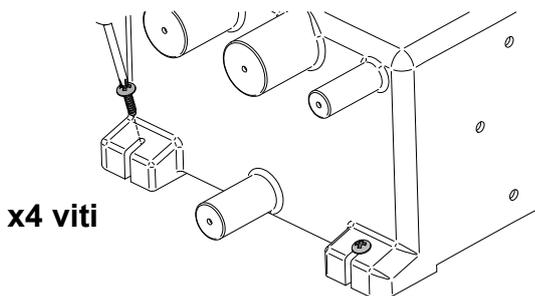
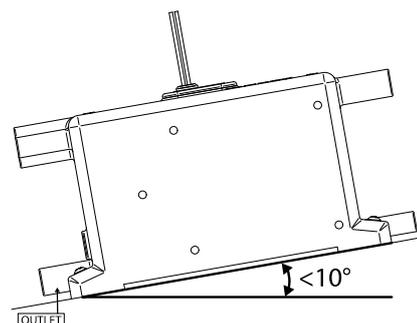

**Figura 3 – Misure delle aperture e diametri di foratura raccomandati per i modelli di pozzetto di raccolta delle acque grigie da 8 l (2,1 galloni USA)**
**Figura 4 – Misure delle aperture e diametri di foratura raccomandati per i modelli di pozzetto di raccolta da 16 l (4,2 galloni USA) e 20 l (5,3 galloni USA)**
**Passo 1:** Praticare solo i fori per le aperture da usare nell'installazione. Le misure delle aperture e i diametri dei fori sono illustrati nella figura 3 per i modelli di pozzetto di raccolta da 8 l (2,1 galloni USA) e nella figura 4 per i modelli di pozzetto di raccolta da 16 l (4,2 galloni USA) e 20 l (5,3 galloni USA). Accertare che gli sfriodi siano completamente rimossi dall'interno del pozzetto di raccolta dopo la foratura.